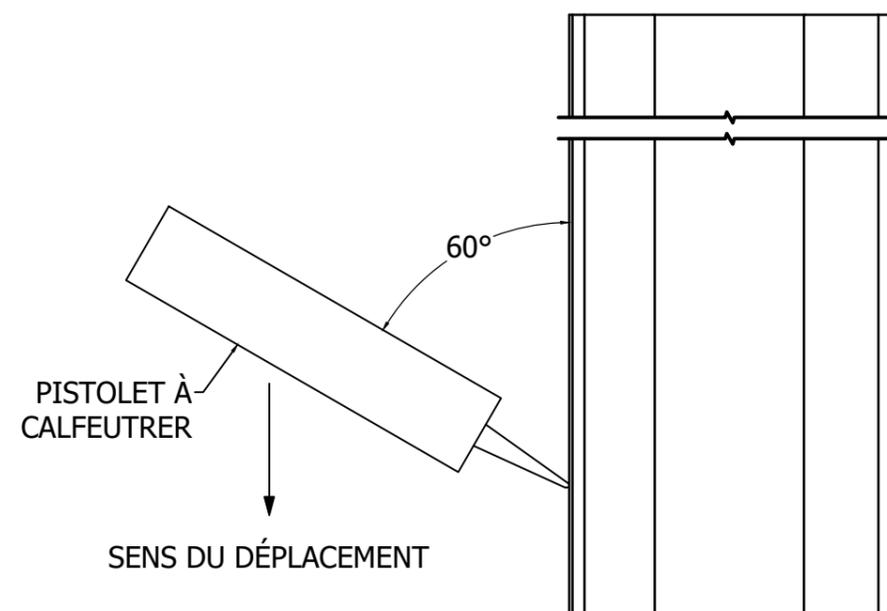

FIGURE 25 : SCELLANT ADHÉSIF
- APPLIQUEZ UN CORDON DE SIKAFLEX 221 DE 3 mm DE DIAMÈTRE OU D'UN SCELLANT ADHÉSIF SIMILAIRE DANS LA RAINURE DU JOINT EXPOSÉ. TENEZ LE PISTOLET À CALFEUTRER AVEC UNE INCLINAISON DE 60° PAR RAPPORT À LA LATTE DE PLANCHER. PUSSEZ LE CORDON DANS LA RAINURE, NE PAS TIREZ (FIGURE 25).